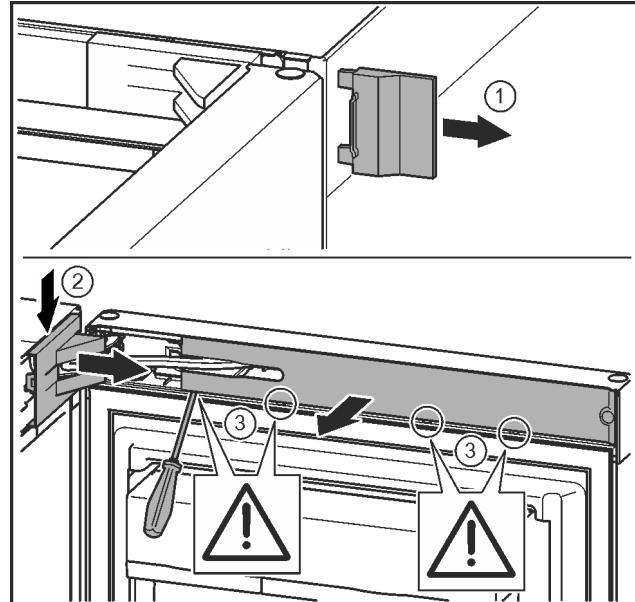

Fig. 9
► Зніміть зовнішню кришку. Fig. 9 (1)
► Звільніть і ослабте кришку опорного кронштейна. Зніміть кришку опорного кронштейна. Fig. 9 (2)
- ▶ За допомогою шліцевої викрутки звільніть від фіксатора та поверніть убік накладку. Fig. 9 (3)